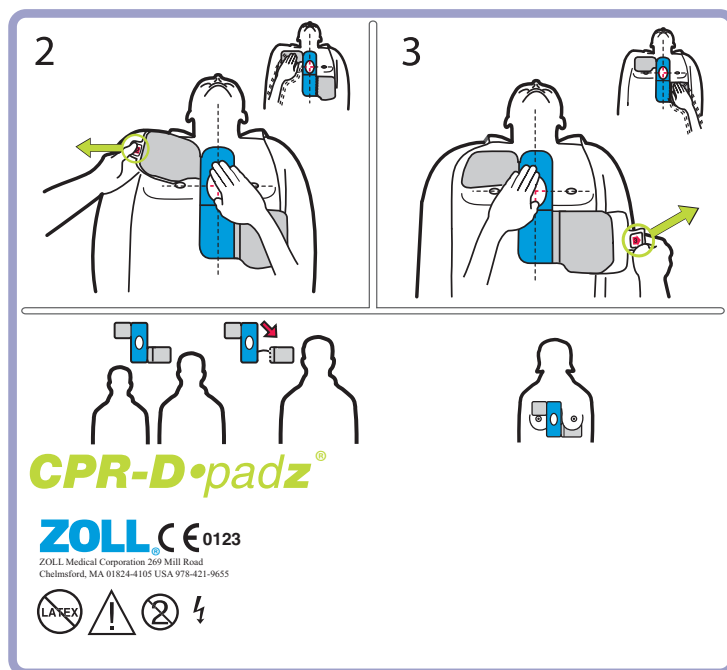

Figura 5: Posizionamento di CPR-D padz
1. Aprire la confezione ed estrarre gli elettrodi. Orientarli come indicato nel disegno (vedere Figura 5).